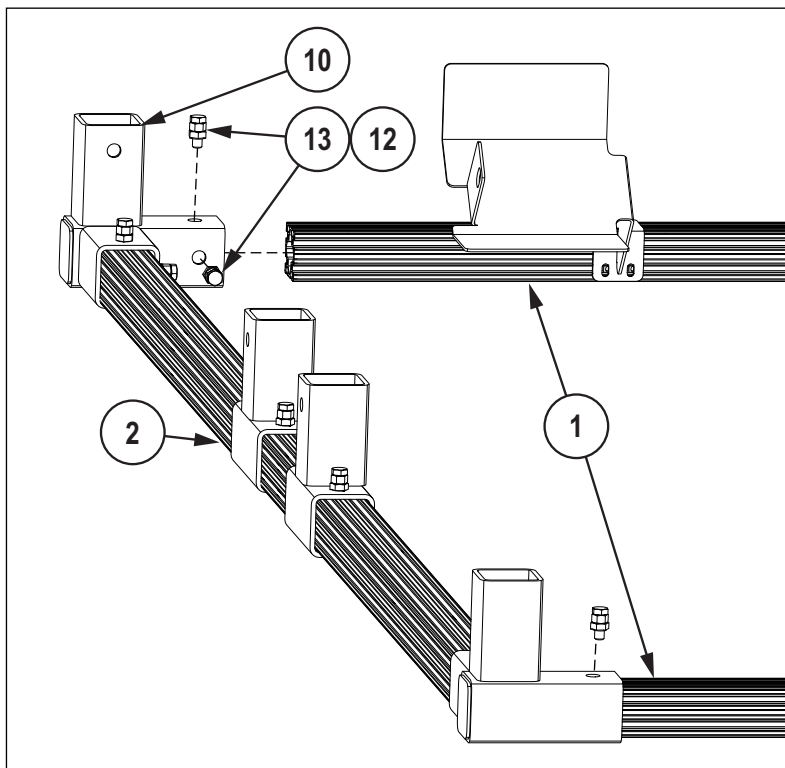

Figura 3-6. Montaggio del telaio laterale del supporto a T
3. Collegare una barra lunga a ciascun connettore a tre vie (punto 10) come in Figura 3-6.